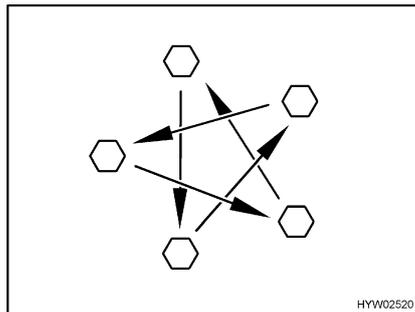

Fig. 221 Serrare a croce i dadi o i bulloni delle ruote
- Controllare regolarmente il serraggio dei dadi o dei bulloni. Regolare il serraggio dei dadi delle ruote o dei bulloni delle ruote di una ruota sostituita dopo circa 50 km (Fig. 221). Coppia di serraggio vedi paragrafo 14.5.2.
- Se si utilizzano cerchioni nuovi o riverniciati, regolare il serraggio dei bulloni o dei dadi dopo altri 1000 - 5000 km (Fig. 221).
- ▷ Serrare a croce i dadi o i bulloni delle ruote (Fig. 221).